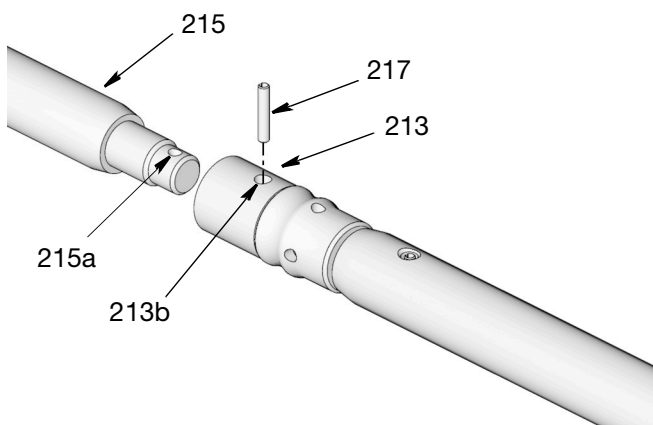

Рис. 40
8. Вкрутите шток заливки насоса (215) в конец штока поршня (213). Надежно затяните усилием руки две детали вместе при совмещении отверстия (215а) с отверстием (213b) (Рис. 40).
9. Вставьте штифт (217) сквозь совмещенные отверстия [215а и 213b (Рис. 40)]. При необходимости, поддержите штоки (215 и 213), чтобы не допустить изгиба штоков. Используйте остроконечный инструмент и молоток для посадки штифта внутри штоков.